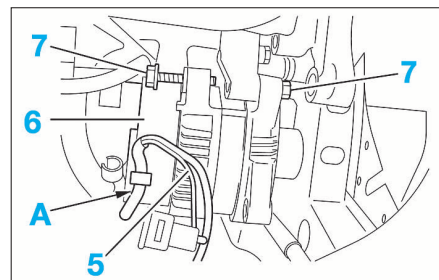
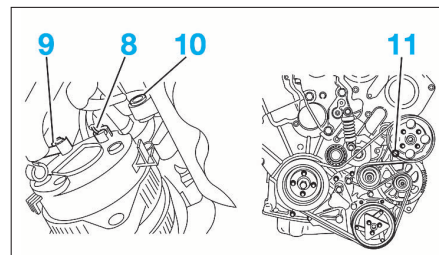

FIG. 8
FIG. 9
- les 2 vis et écrous (3) de fixation avant du compresseur.
- Débrancher le connecteur (4).
- Déclipper le faisceau (5) du compresseur en (A) (Fig.8).
- la gaine (6) de ventilation de l'alternateur (tirer dessus pour la déclipper),
- les vis inférieures (7) de l'alternateur.
- Débrancher les fils (8) et (9) (Fig.9).
- Dévisser les vis de fixation supérieures (10) et (11) de l'alternateur et récupérer les écrous tout en maintenant l'alternateur pour le déposer.